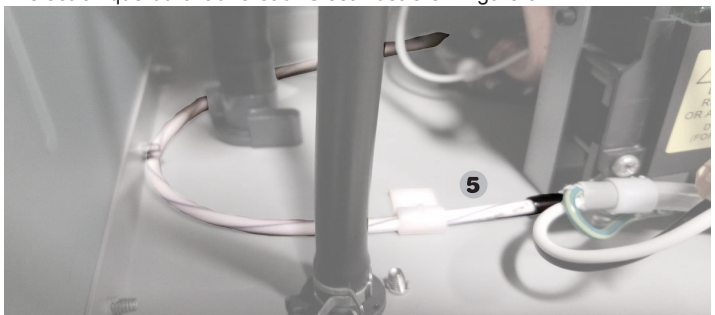

Figure 5.
- Créez une boucle sur le côté gauche du chauffe-eau à gaz sans réservoir en passant par le côté gauche du tube de condensation, et en finissant avec la pointe du détecteur sous la carte principale de contrôle électronique du chauffe-eau. C'est illustré en Figure 5.